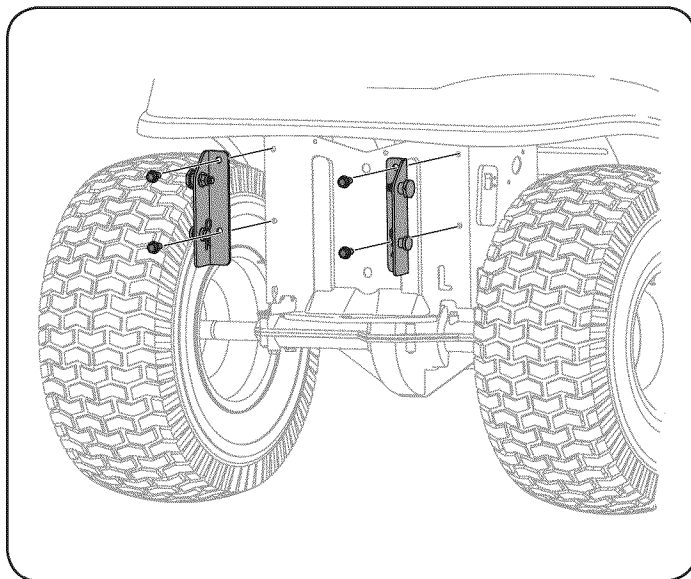

Figure 29
3. Saque y descarte los dos tornillos del chasis inferior como se muestra en la Figure 29.